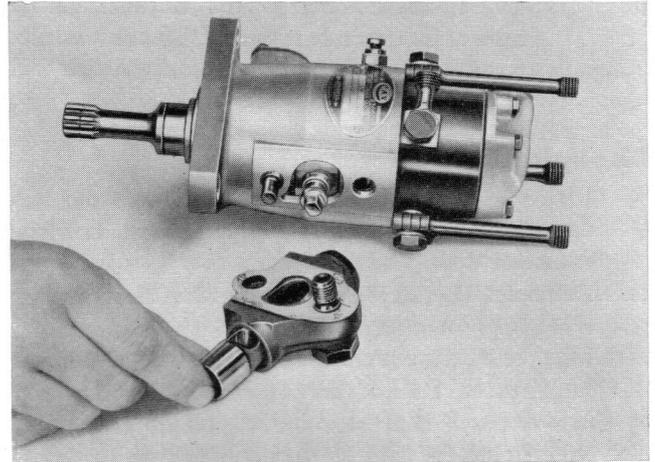

Fig. 43 Démontage du piston du dispositif d'avance
- (e) Retirer le bouchon de piston et sortir le piston (Fig. 43).